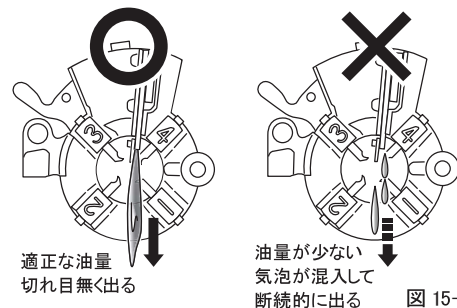
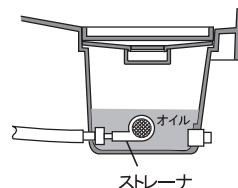

図 15-1
図15-2
- ① 本体のスイッチをONにし、主軸を回転させてください。
- ② ダイヘッドから出るねじ切り油が適正な量であることを確認してください。
- ・ (図 15-1) ダイヘッドから出るねじ切り油の量が少ないときは、タンク内のねじ切り油の量が、ストレーナが十分に隠れるだけ入っているかを確認してください(図 15-2)。少なければねじ切り油を補充してください。